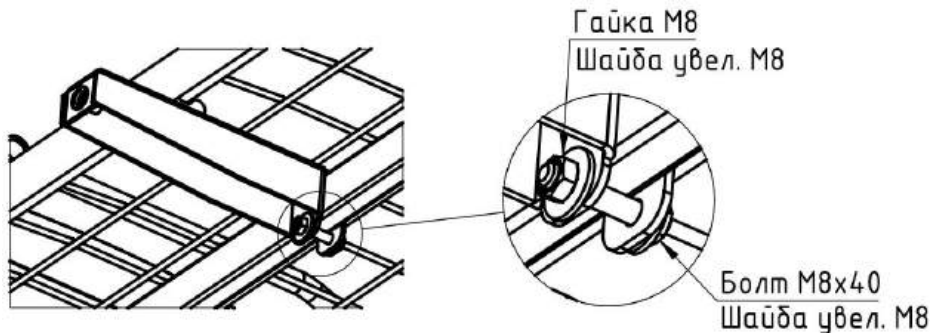

Рисунок 13 – Установка крепежа на кронштейн
- Установить на каждый кронштейн болт М8х40 две увеличенные шайбы М8 и гайку М8 (см. рис. 13).